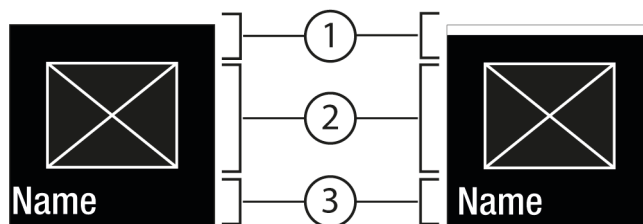
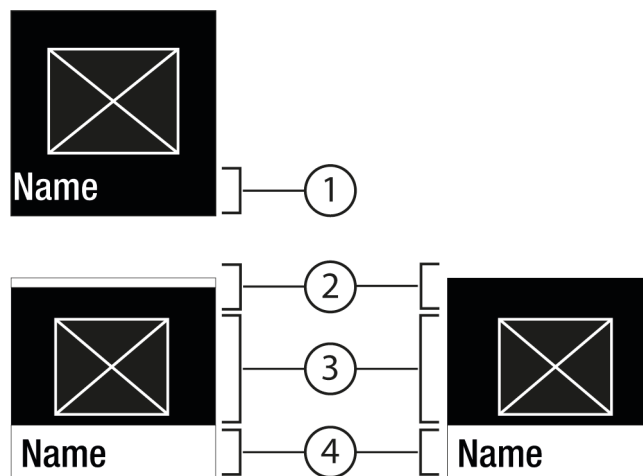

Fig. 6
Fig. 7
- Wywołać podmenu Fig. 5 (2) przy pomocy potwierdzenia Fig. 7 (4).
- Ustawić nowe wartości: Przy pomocy potwierdzenia Fig. 5 (2) wybrać dezaktywowaną wartość Fig. 6 (1).
- Powrót do menu: Przy pomocy potwierdzenia Fig. 5 (2) wybrać już aktywowaną wartość Fig. 6 (2).
- ▷ Na krótko pojawia się w podmenu *Fig. 7 (4)* Status: aktywowano *Fig. 6 (1)*.